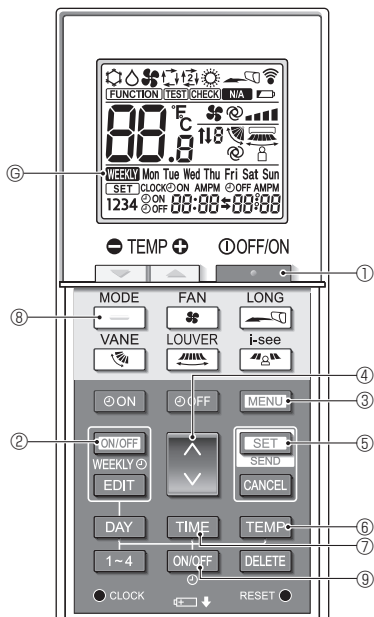
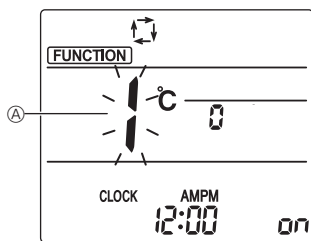
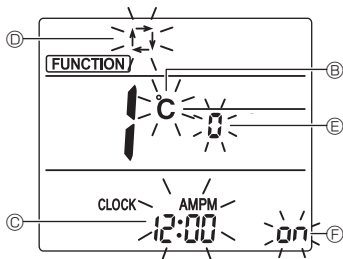

Fig. 5-1
Fig. 5-2
Fig. 5-3
(Fig. 5-1, Fig. 5-2)
- Нажмите кнопку ①, чтобы остановить работу кондиционера воздуха.
- Если недельный таймер активирован, нажмите кнопку ② для отключения таймера. (**WEEKLY** Ⓞ исчезнет).
- Нажмите кнопку ③.
- Нажмите кнопку ④, чтобы изменить числовое значение функции.
- Убедитесь, что отображается числовое значение функции 1, а затем нажмите кнопку ⑤.
5.2. Выбор единиц измерения температуры (Fig. 5-1, Fig. 5-3 Ⓑ)
- Нажатие кнопки ⑥ изменяет единицы измерения температуры (°C/°F). (Настройка по умолчанию — °C.)
5.3. Изменение отображения времени (Fig. 5-1, Fig. 5-3 Ⓒ)
- Нажатие кнопки ⑦ меняет отображаемое время (/). (Настройка по умолчанию — 12-часовой формат.)
5.4. Изменение режима AUTO (АВТОМАТИЧЕСКИЙ) (Fig. 5-1, Fig. 5-3 Ⓓ)
5.5. Изменение числового значения пары (Fig. 5-1, Fig. 5-3 ㊟)
(Fig. 5-1, Fig. 5-3 ⑥)